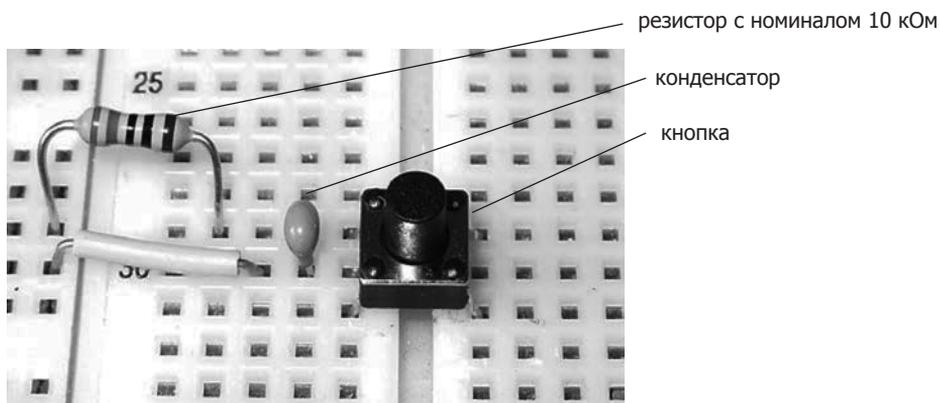

Рис. 4.21. Кнопка, конденсатор и резистор с номиналом 10 кОм
2. Поверните макетную плату на 90 градусов против часовой стрелки и вставьте резистор с номиналом 10 кОм, короткий проводник и конденсатор, как показано на рис. 4.21.